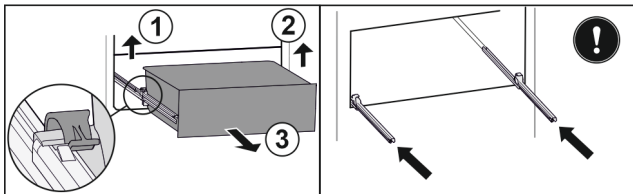

Fig. 137
- ▶ Приподнимите левый зажим и одновременно вытяните движением вперед выдвижной ящик слева. Fig. 137 (1)
- ▶ Приподнимите правый зажим и одновременно вытяните движением вперед выдвижной ящик справа. Fig. 137 (2)
- ▶ Извлеките выдвижной ящик движением вперед. Fig. 137 (3)